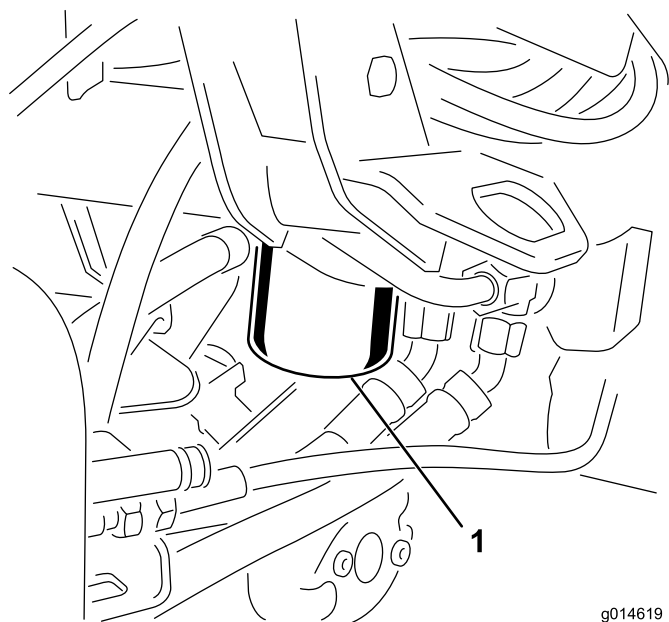

図 54
1. フィルタ容器の周辺をウェスできれいにぬぐう(図 54)。フィルタの下に廃油受けを置いてフィルタを外す。